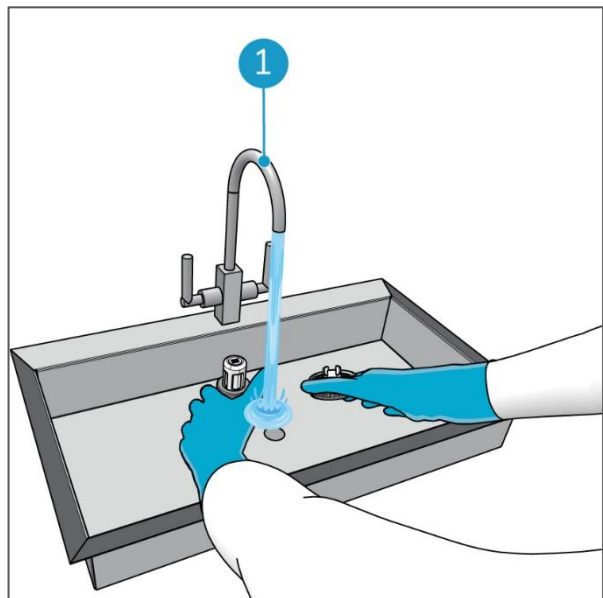

Figura 55
6. Quita el tapón y el filtro, y enjuágalos los dos con agua del grifo en un fregadero (Figura 55, pos. 1).